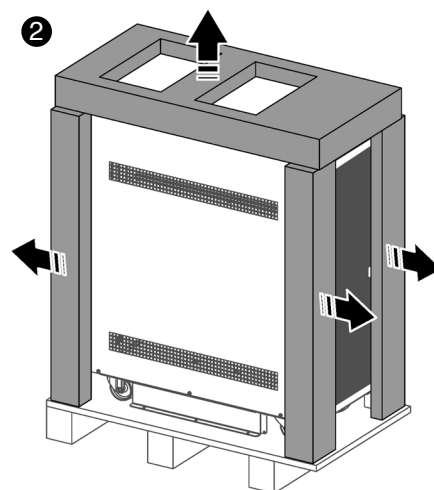

Fig. 23. Retrait des cantonnières et du couvercle en plastique.
- ❷ Retirez les cantonnières et le couvercle en plastique (Fig. 23).